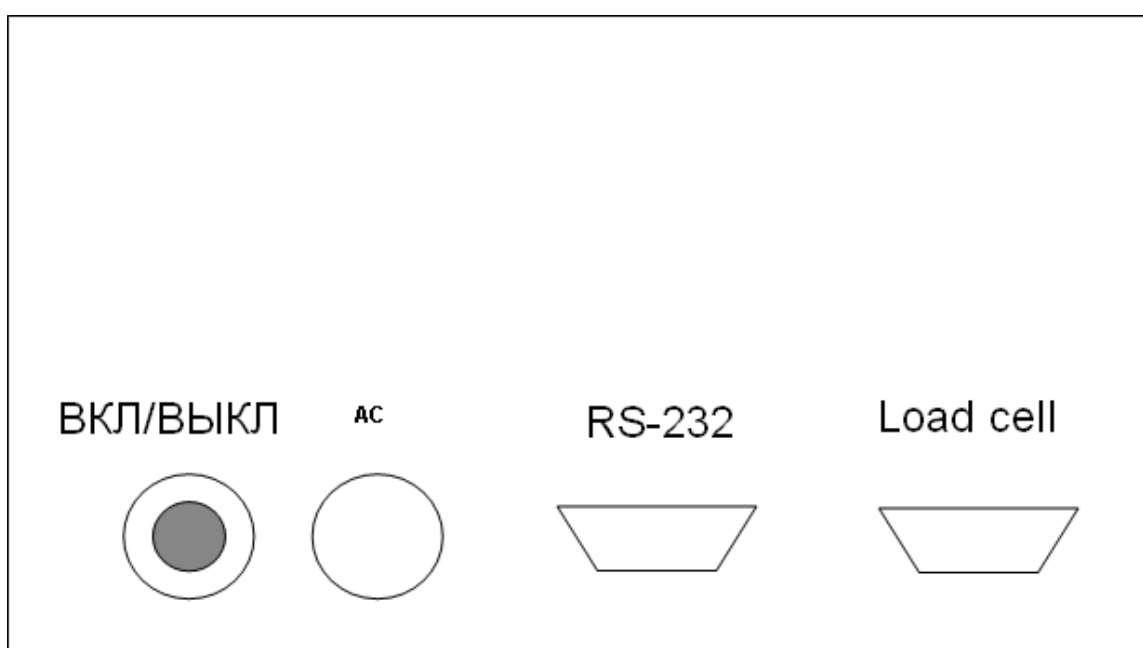

Рис.9 Задняя стенка
5.1.1. Автономное питание от встроенной аккумуляторной батареи включается кнопкой ВКЛ/ВЫКЛ на задней стенке ВИП. (Рис.9)